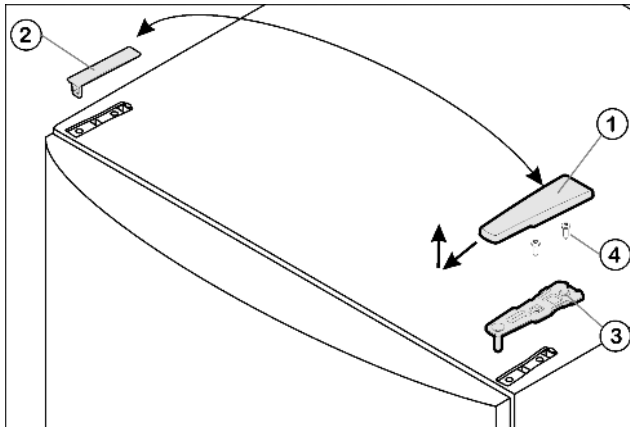

Fig. 4
- ▶ Потяните крышку Fig. 4 (1) вперед и вверх.
- ▶ Снимите крышку Fig. 4 (2).
- ▶ Открутите верхний опорный кронштейн Fig. 4 (3) (2 шт. Torx® 25) Fig. 4 (4) и вытяните вверх.
- ▶ Установите верхний опорный кронштейн Fig. 4 (3) на новой стороне шарнира и защелкните в дверце.
- ▶ Привинтите верхний опорный кронштейн (**с моментом 4 Нм**) (2 шт. Torx® 25) Fig. 4 (4). При необходимости проделайте отверстия или используйте аккумуляторную отвертку.
- ▶ Наденьте и защелкните крышку Fig. 4 (1) и крышку Fig. 4 (2) на противоположной стороне снаружи.